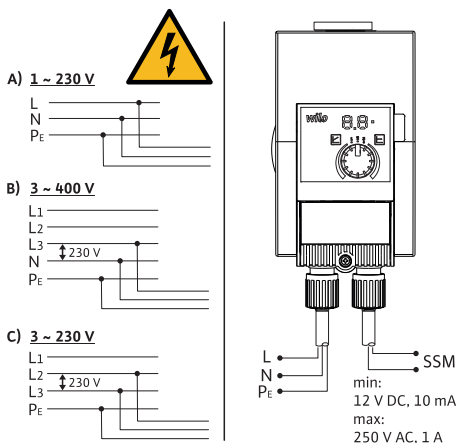

Fig. 3: Anslutningsmöjligheter
- Anslut till 230 V-lågspänningsnät. När man ansluter till IT-nät (nätverkstyp "Isolé Terre") måste man under alla omständigheter säkerställa att spänningen mellan faserna (L1-L2, L2-L3, L3-L1 → Fig. 3) inte överskrider 230 V.